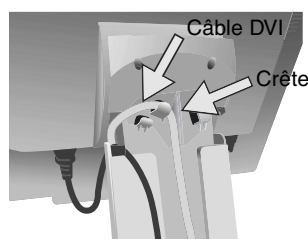

Figure C.3
6. Placez le câble DVI et le cordon d'alimentation dans les crochets spécifiques sur la **Figure C.3**.